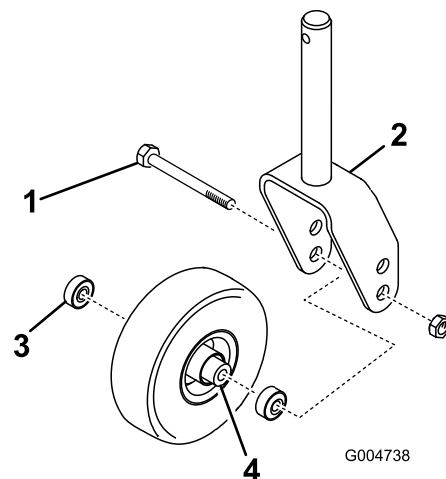

Bild 26
1. Entfernen Sie die Sicherungsmutter von der Schraube, mit der das Laufrad an der der Gabel befestigt ist (**Bild 26**). Halten Sie das Laufrad fest und schieben die Schraube aus der Gabel oder vom Gelenkarm ab.
(Bild 26). Entfernen Sie das Lager aus der gegenüberliegenden Seite der Radnabe.